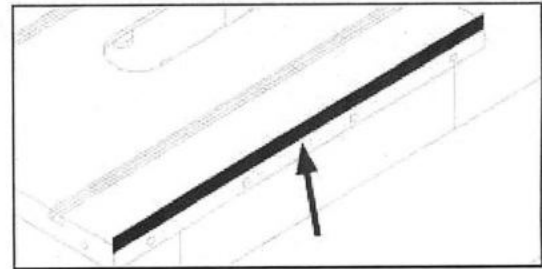

Figura 14.
-Si el extremo exterior del ala de extensión se inclina hacia arriba, coloque una tira de cinta adhesiva a lo largo del borde superior de la tabla principal de cuña al final del ala de extensión hacia abajo (ver figura 14).